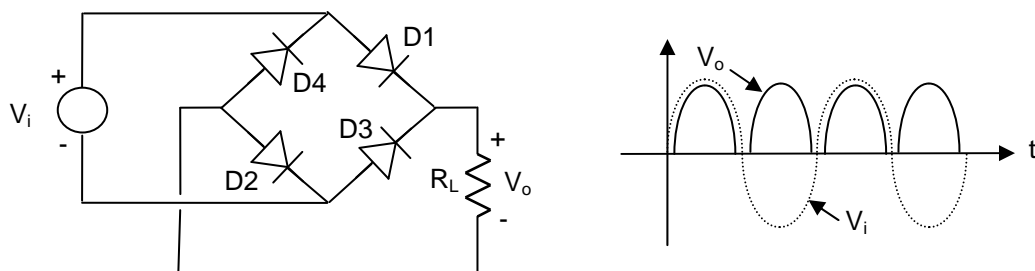

Figura 8.3.- Rectificador d'ona completa. a) Circuit. b) Tensió de sortida.
El circuit que permet utilitzar els dos semicicles s'anomena rectificador d'ona completa i es pot implementar mitjançant el circuit representat en la figura 8.3. Quan  $V_i$  és positiva el corrent circula pel terminal positiu de  $V_i$  - D1 -  $R_L$  - D2 - terminal negatiu de  $V_i$ , mentre que quan  $V_i$  és negativa el corrent circula pel terminal negatiu de  $V_i$  - D3 -  $R_L$  - D4 - terminal positiu de  $V_i$ . Noteu que el corrent sempre circula en el mateix sentit per la resistència  $R_L$ . Per aquest motiu, la tensió en  $R_L$  sempre és positiva o nul·la, mai negativa. Noteu també que quan circula corrent per  $R_L$  sempre ho fa travessant dos díodes, per la qual cosa la tensió de sortida és  $V_i - 2V_\gamma$ .
5. Repetiu l'exercici anterior però fent servir un rectificador en pont com el de la figura 8.3.
6. Calculeu l'amplitud de l'arriestat si poseu com a filtre un condensador de 1  $\mu$ F, fent servir l'expressió (5), amb una  $R_L$  de 1 k $\Omega$  i una  $V_{omax}$  de 20V.
8. Calculeu el corrent de pic que circularà pels díodes durant la recàrrega del condensador utilitzant l'expressió (6).
Munteu a la placa de connexions el circuit rectificador en pont de la figura 8.3, on  $V_i$  és la sortida del transformador, els díodes són tots de la sèrie 1N4007, i R és la resistència de 10 k $\Omega$ . Visualitzeu primer en el canal 1 el senyal d'entrada  $V_i$ , i després, en el mateix canal la tensió a la resistència de sortida ( $V_o$ ).